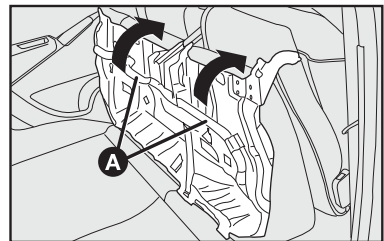

fig. 99
6) Em seguida, rebater o banco traseiro inteiro para a frente **fig. 99** de maneira a obter uma única superfície de carga.
1) Rebater para trás o banco traseiro completo utilizando os puxadores **A-fig. 99**.